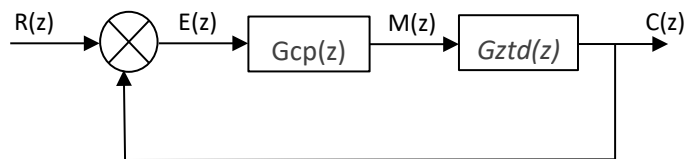

Figura 7.6
19. Insertar un controlador proporcional en la trayectoria directa del sistema según se muestra en la figura 7.6. considerando que el valor del controlador es igual a $G_{cp}(z) = K_{cp}$. El programa Matlab considera la inclusión de una ganancia en la trayectoria directa de un sistema con realimentación y por lo tanto de manera implícita los comandos siguientes trabajan sobre dicha ganancia K_{cp} .
21. Modifica el valor de la ganancia del sistema de acuerdo a la tabla siguiente y evalúa la respuesta en el tiempo para entrada escalón unitario para cada uno de los valores de ganancia considerando el diagrama con realimentación que se muestra en la figura 7.6. Para modificar explícitamente la ganancia de la función $Gztd(z)$ solamente debe multiplicar la ganancia por $Gztd$ y realizar la realimentación como se muestra en el siguiente comando: